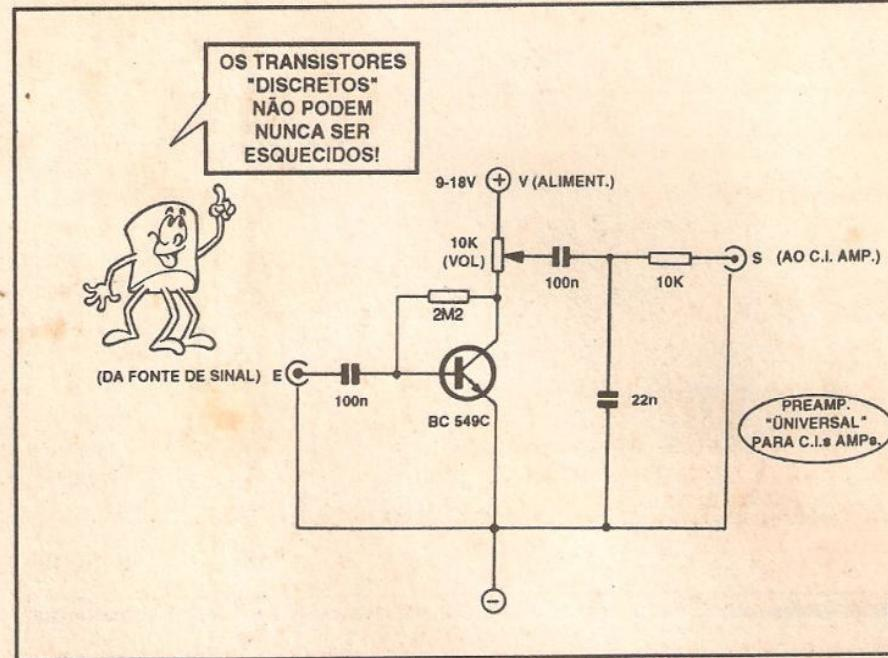

FIG. 16
- FIG. 16 - UM "REFORÇADOR" DE ENTRADA PARA IPAs... - Normalmente, os IPAs têm uma boa sensibilidade de Entrada, entendendo-se por tal termo a capacidade de "aceitar" bem sinais com níveis não muito altos (em Tensão...) e - mesmo assim - promover uma boa e Potente amplificação final, livre de distorções... Entretanto, na prática, deparamo-nos com alguns probleminhas nesse campo: algumas fontes de sinal, notadamente microfones dinâmicos (magnéticos), cápsulas fonocaptadoras magnéticas e outros transdutores, emitem sinais com nível de Tensão muito baixo (alguns com "picos" de menos de 50